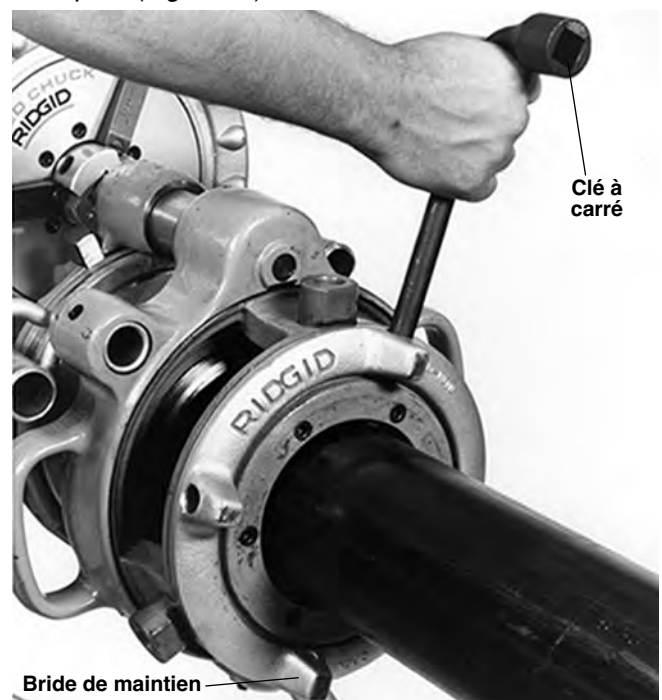

Figure 20 – Serrage de la bride de maintien
4. Introduisez soigneusement l'embout du tuyau dans la gorge des filières. Serrez le collier de la bride de maintien pour immobiliser le tuyau. Le manche de la clé à carré peut servir à serrer le collier en l'engageant dans ses orifices. Ne jamais frapper le collier pour le serrer, car cela pourrait l'endommager. Servez-vous de la clé à carré pour serrer la vis de blocage de la mâchoire. Vérifiez la bonne tenue, la stabilité et l'alignement du tuyau vis-à-vis de la fileteuse démultipliée (Figure 20).